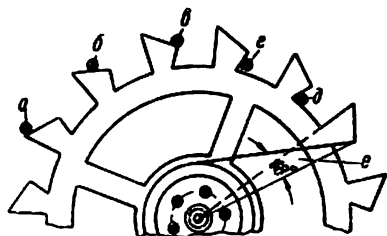

Рис. 68. Анкерное колесо:
6. Притяжка. Поднутренные передние плоскости зубцов анкерного колеса (угол поднутрения показан на рис. 68, *e*) осуществляет так называемую притяжку, прижимая (притягивая) поднутренной стороной зубца штифт анкерной вилки к ободу колеса.
Укажем еще на один важный фактор, способствующий хорошей работе часов: плоскость импульса  $b$  (рис. 68) на всех зубцах анкерного колеса должна быть ровной, совершенно гладкой, без рисков и шероховатостей.